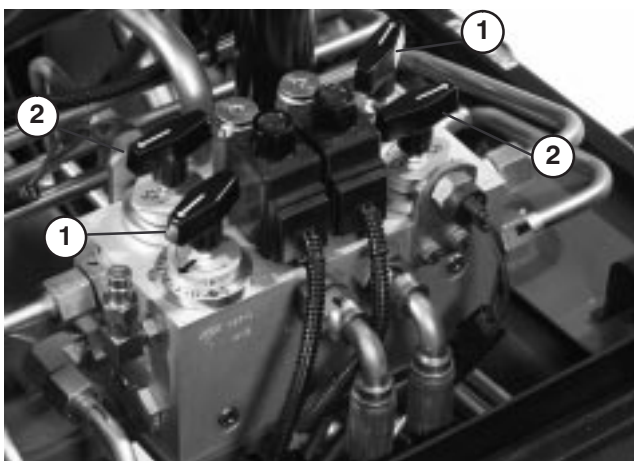

Bild 70
3. Machen Sie die Spindeldrehzahl-Handräder und Schärfen-Handräder (Bild 70) ausfindig. Drehen Sie die gewünschten Schärfen-Handräder auf Schärfen sowie das gewünschte Spindeldrehzahl-Handrad auf „1“.